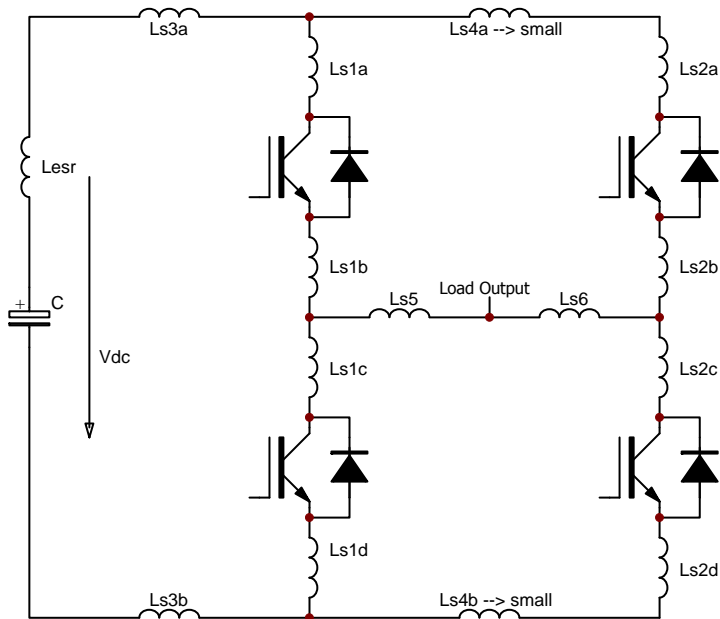

图 3: 存在杂散电感的半桥拓扑
- 涉及并联的 **IGBT** 模块的变换器结构应尽可能对称，以确保其对称运行。特别是，每个并联 **IGBT** 模块的直流母线杂散电感应当相似（图 3 中  $Ls1 \approx Ls2$ ,  $Ls5 \approx Ls6$ ）。